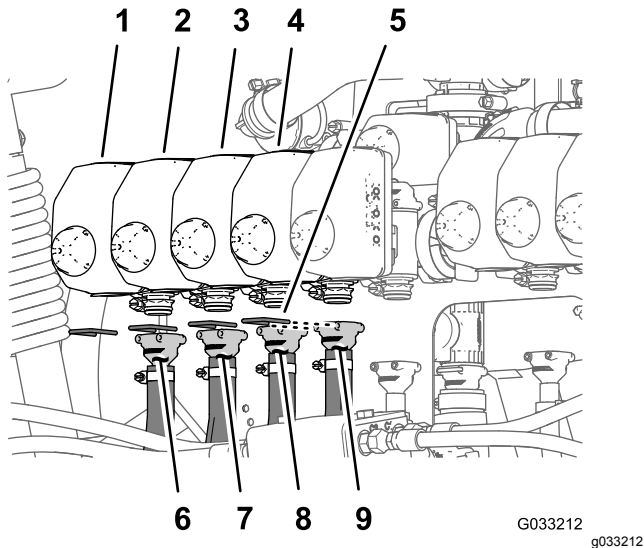
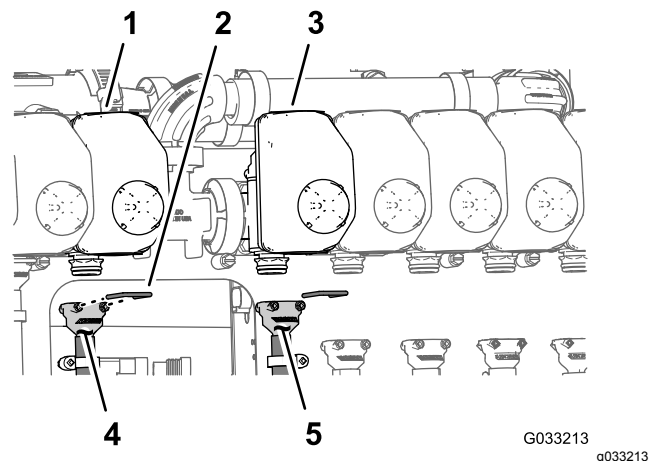
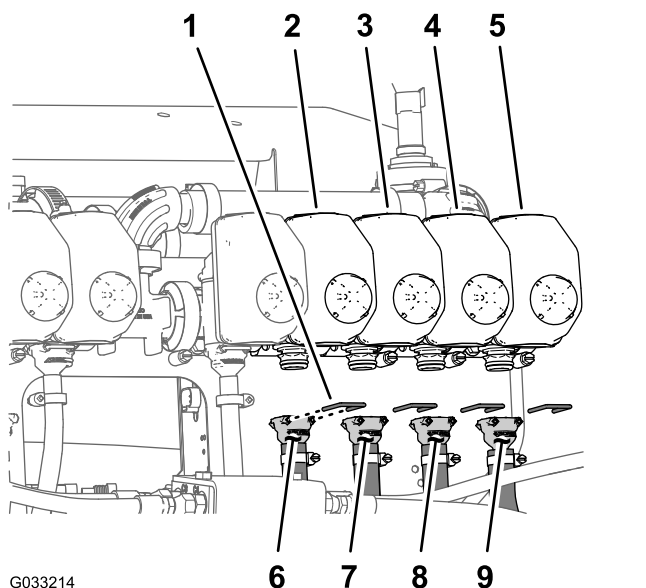

Figura 72
Figura 73
Figura 74
Nota: Consulte la Figura 72 en Conexión de las mangueras a las válvulas de boquillas 1 a 4 \(página 37\), Figura 73 en Conexión de las mangueras a las válvulas de boquillas 5 y 6 \(página 37\), y Figura 74 en Conexión de las mangueras a las válvulas de boquillas 7 a 10 \(página 38\) para conocer las posiciones de las válvulas de las boquillas.
1. Monte el acoplamiento dentado recto de una manguera de suministro de 279 cm en el acoplamiento de la válvula de boquilla 1 (Figura 72).
2. Sujete el conector dentado al acoplamiento con una horquilla de retención (Figura 72).
3. Monte el acoplamiento dentado recto de una manguera de suministro de 234 cm en el acoplamiento de la válvula de boquilla 2 (Figura 72).
4. Sujete el conector dentado al acoplamiento con una horquilla de retención (Figura 72).
5. Monte el acoplamiento dentado recto de una manguera de suministro de 188 cm en el acoplamiento de la válvula de boquilla 3 (Figura 72).
6. Sujete el conector dentado al acoplamiento con una horquilla de retención (Figura 72).
7. Monte el acoplamiento dentado recto de una manguera de suministro de 188 cm en el acoplamiento de la válvula de boquilla 4 (Figura 72).
8. Sujete el conector dentado al acoplamiento con una horquilla de retención (Figura 72).
1. Monte el acoplamiento dentado recto de una manguera de suministro de 81 cm en el acoplamiento de la válvula de boquilla 5 (Figura 73).
2. Sujete el conector dentado al acoplamiento con una horquilla de retención (Figura 73).
acoplamiento de la válvula de boquilla 6 (Figura 73).
4. Sujete el conector dentado al acoplamiento con una horquilla de retención (Figura 73).
1. Monte el acoplamiento dentado recto de una manguera de suministro de 188 cm en el acoplamiento de la válvula de boquilla 7 (Figura 74).
6. Sujete el conector dentado al acoplamiento con una horquilla de retención (Figura 74).
7. Monte el acoplamiento dentado recto de una manguera de suministro de 279 cm en el acoplamiento de la válvula de boquilla 10 (Figura 74).
8. Sujete el conector dentado al acoplamiento con una horquilla de retención (Figura 74).
2. Sujete el conector dentado al acoplamiento con una horquilla de retención (Figura 74).
3. Monte el acoplamiento dentado recto de una manguera de suministro de 188 cm en el acoplamiento de la válvula de boquilla 8 (Figura 74).
4. Sujete el conector dentado al acoplamiento con una horquilla de retención (Figura 74).
5. Monte el acoplamiento dentado recto de una manguera de suministro de 234 cm en el acoplamiento de la válvula de boquilla 9 (Figura 74).